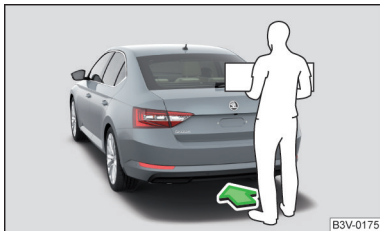

Fig. 42
► Para **abrir/cerrar** girar rápido un pie debajo del parachoques trasero en el área de sensores en el sentido de la flecha » fig. 42.